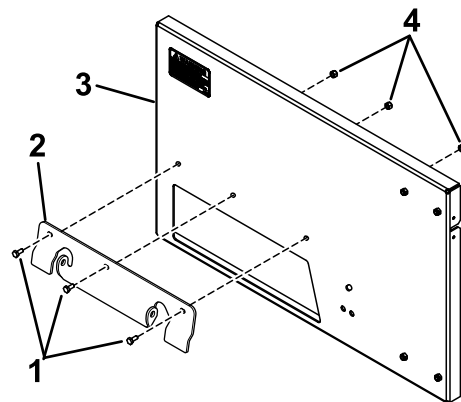

Figura 2
2. Instale el soporte de montaje en la chapa trasera con 3 pernos ($\frac{1}{4}$ " x $\frac{5}{8}$ ") y 3 contratuercas ($\frac{1}{4}$ "); Figura 2.